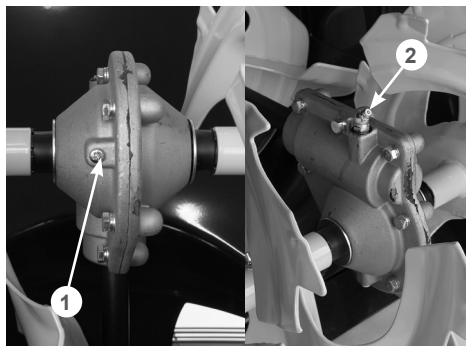

Рис. 32 Добавление смазки в редуктор
1. Очистите от загрязнений винт 1 в нижней части редуктора, пресс-маслёнку 2 и корпус редуктора вокруг них (Рис. 32).
3. Выкрутите винт 1 в нижней части редуктора и подложите под нижнее отверстие в редукторе кусок ветоши (Рис. 32).
4. Установите наконечник шприц-пресса на пресс-маслёнку 2 и начните заправлять смазку в редуктор (Рис. 32).